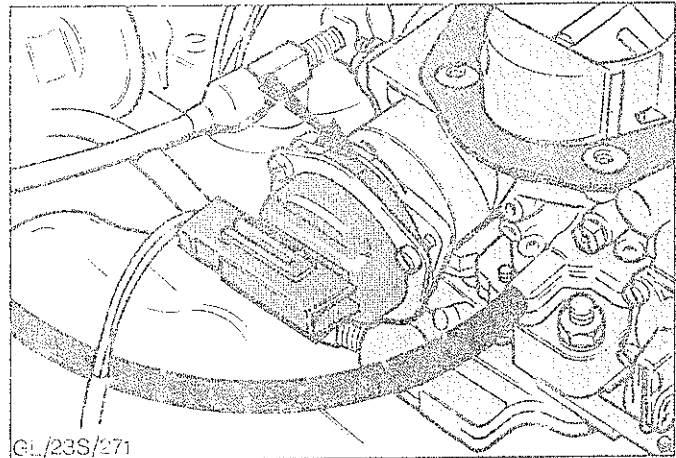

Abb.49 Strichmarkierungen zum Ausrichten des Startautomatikgehäuses
21. Thermofeder an den Stift am Mitnehmerhebel einhängen, drei Befestigungsschrauben lose eindrehen, Strichmarkierung beider Gehäuse zur Deckung bringen und die drei Schrauben festziehen, Abb.49. Kabelstecker anschließen.